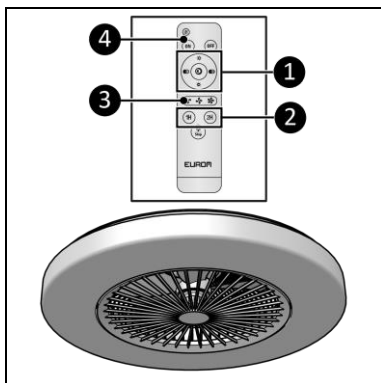

Figure 13
1. Appuyez sur la touche LED ON (Figure 13, pos 4.).
2. Réglez les paramètres d'éclairage souhaités avec (Figure 13, pos. 1) :
1. Appuyez sur la touche de vitesse du ventilateur jusqu'à ce que la vitesse souhaitée soit atteinte (Figure 13, pos. 3) :
1. Utilisez les touches 1H ou 2H pour régler la minuterie comme vous le souhaitez (Figure 13, pos. 2).